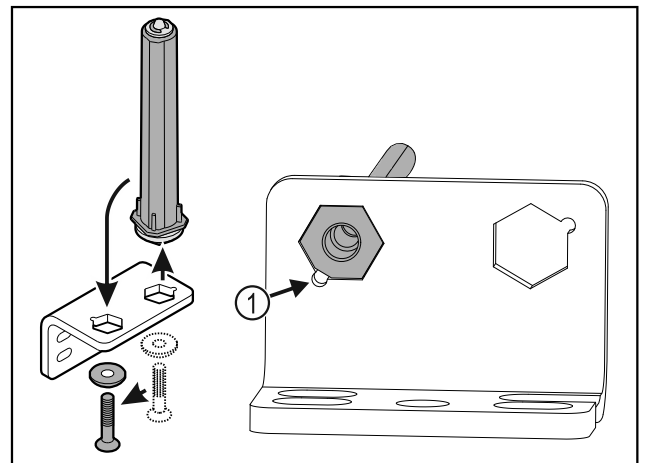

Fig. 33
- ▶ Observar que, al colocar, el bisel del perno Fig. 33 (1) apunte hacia el agujero redondo.